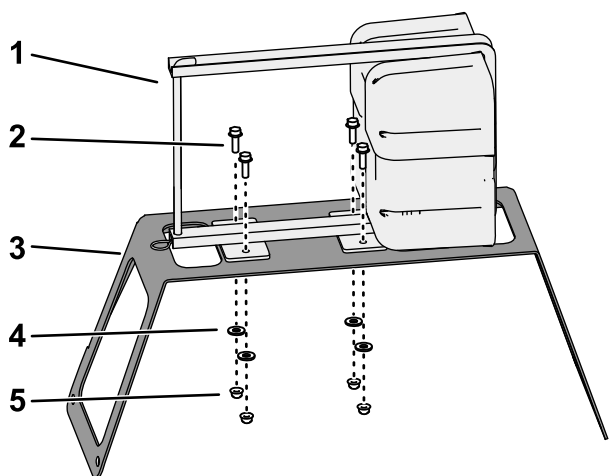

Figura 3
1. Alinee el depósito del marcador de espuma y el compresor en el soporte de montaje como se muestra en Figura 3.
2. Sujete el compresor al soporte (Figura 3) usando 4 pernos (5/16" x 1"), 4 arandelas (3/8") y 4 contratuercas con arandela prensada (5/16").